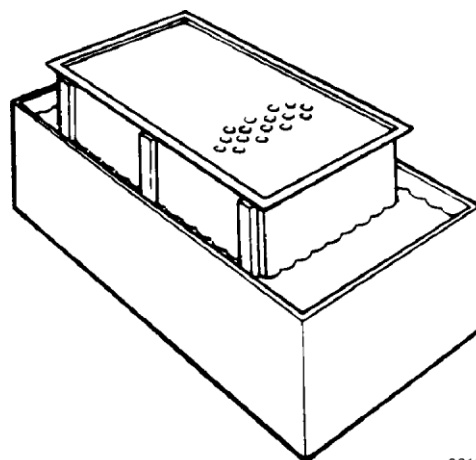

FIGURA 5-6. LAVADO Y REMOJO SECCIÓN PRELIMPIADORES
2. Aflojar las abrazaderas (8) y quitar el polvo de las tazas (10) y O-rings (9) de la sección prelimpiadores. Lave las tazas de polvo con una solución de jabón líquido y agua.
3. Sumerja la sección prelimpiadores en una solución de agua tibia y Donaldson D-1400 (vea la figura 5-6). Mezcle la solución según las instrucciones en el envase. La sección del tubo debe ser hacia abajo. Remoje durante 30 minutos, luego retire la sección prelimpiadores de la solución. Enjuague bien con agua y secar con aire. Una obstrucción severa puede requerir el uso de una solución de agua y 202 de Oakite en su lugar. La solución debe ser 50% Oakite 202 y el 50% de agua dulce.
5. Instalar prelimpiadores sección (7) y las juntas (5) y (6) en el conjunto del filtro de aire (4). Instale todos los herrajes de montaje que retiró.